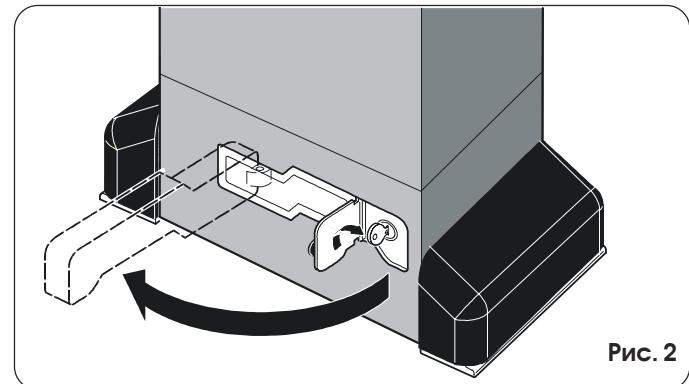

Рис. 2
- 2) Поверните ключ по часовой стрелке и переведите рычаг отпирающего устройства в положение, показанное на рис. 2.